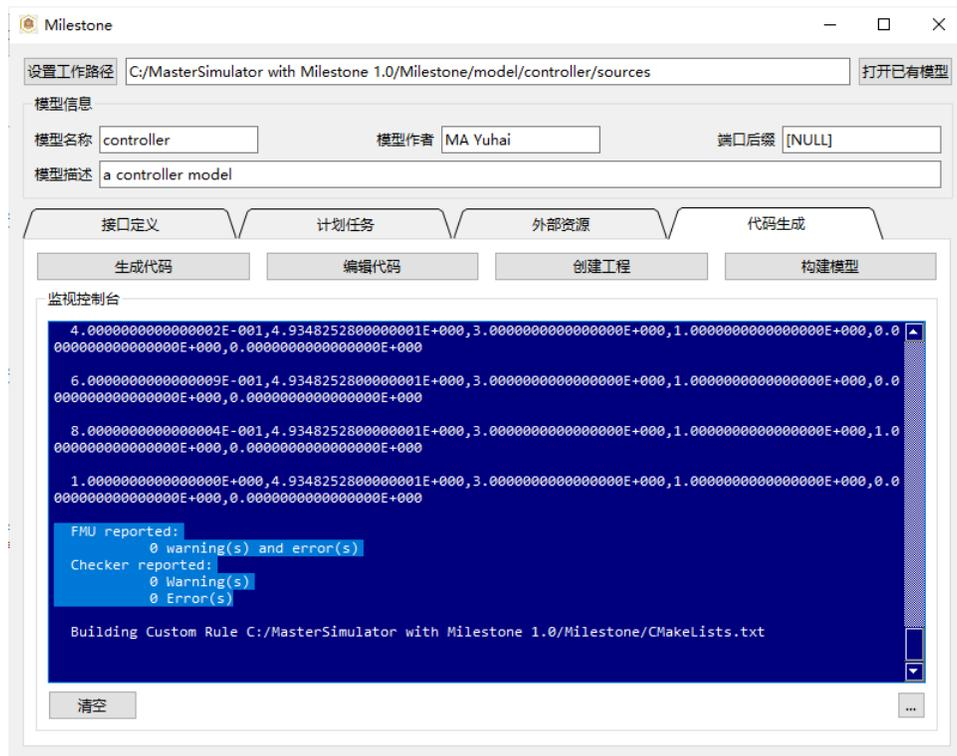

图 4.14: 完成构建，确认测试通过
- 构建完成后将对生成的 FMU 进行零输入测试, 给出运行报告, 如 图 4.14 。